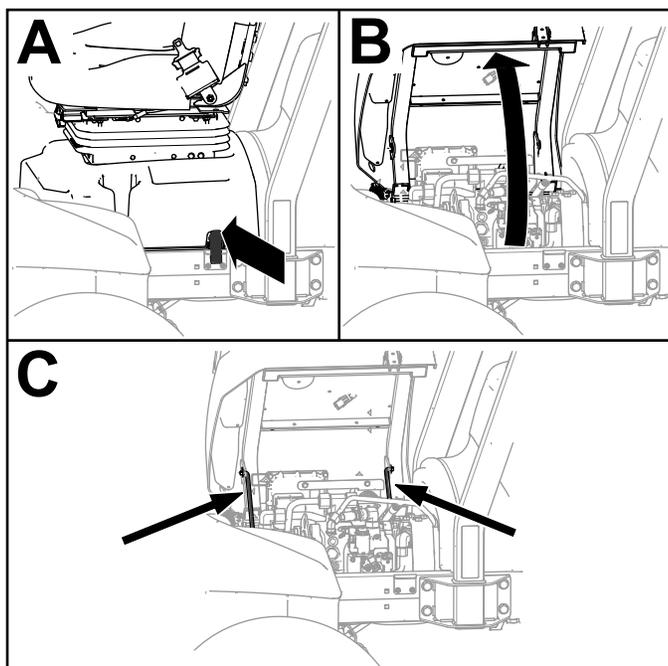

図 4
1. シートベースのラッチを外す **図 4**のA。
2. シートとベースを傾けて開く (**図 4**のB)。
3. 支柱ロッドで支える **図 4**のC。